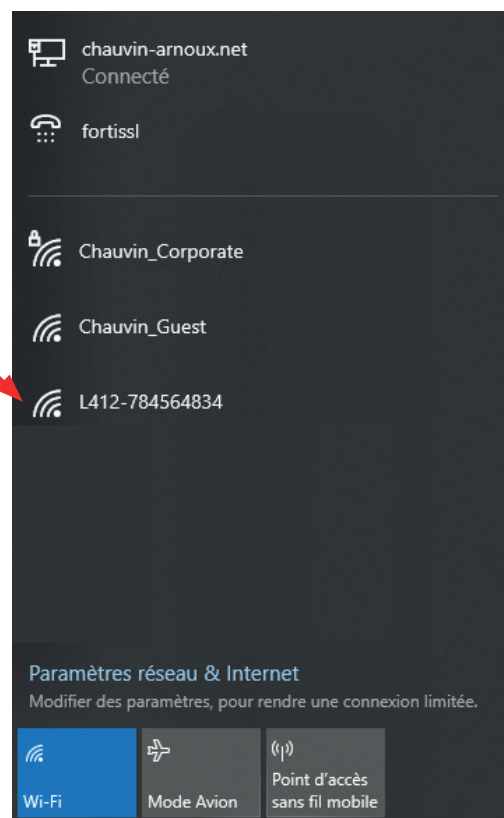

Рис. 11
- Подключите ПК к маршрутизатору, как показано на Рис. 11.